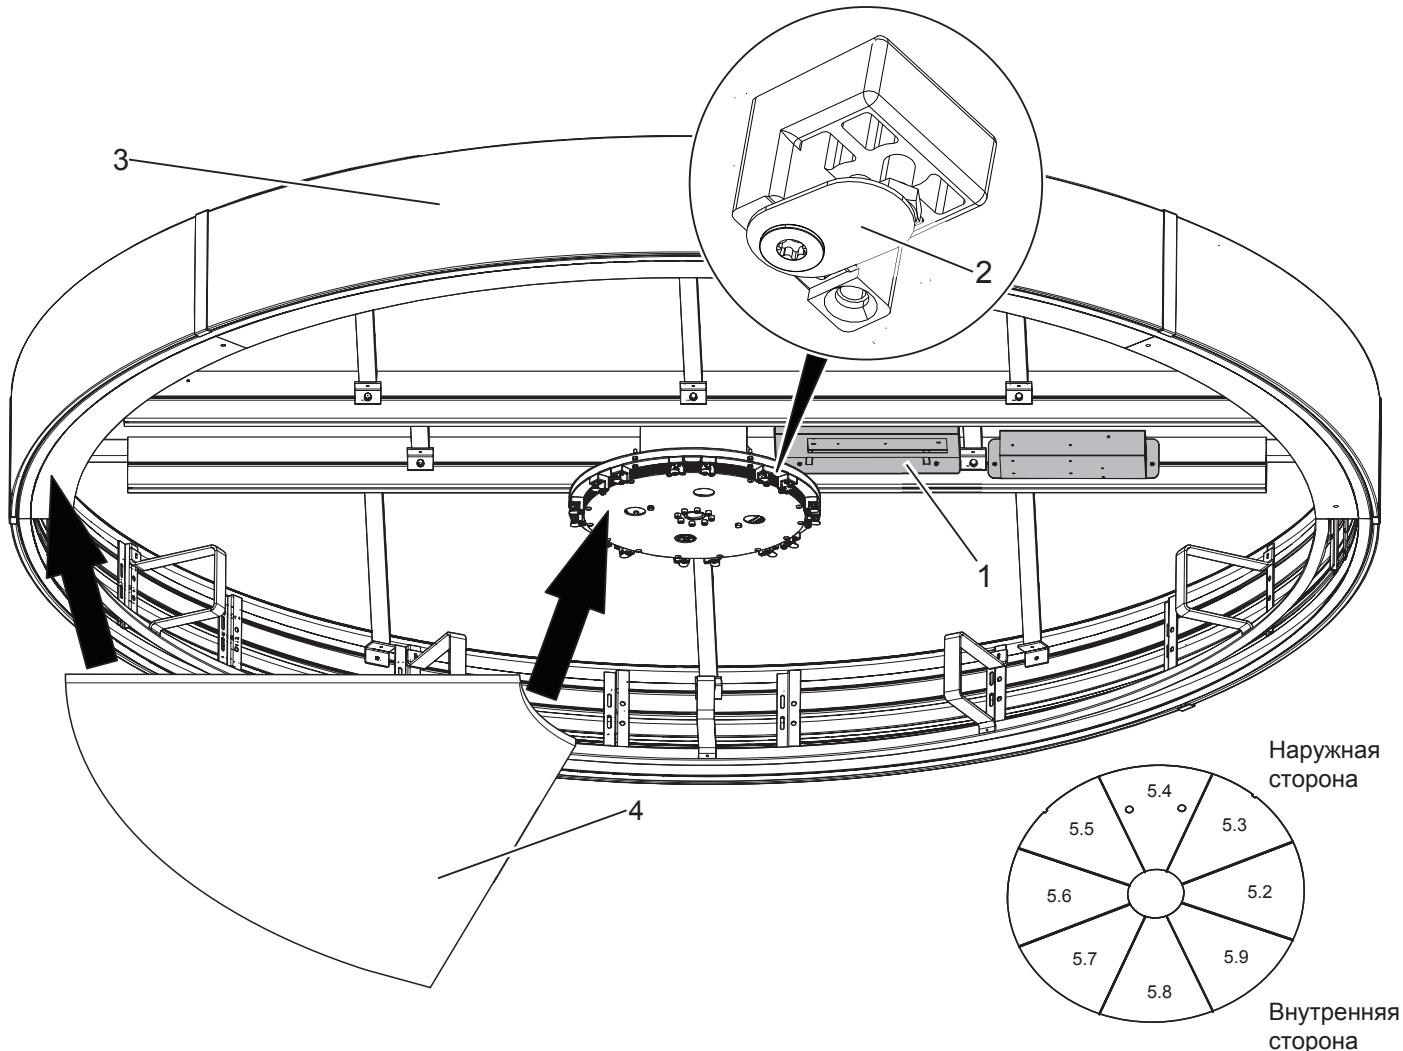

Рис. 128 Вставка сегментов нижней части потолка
Проложить кабель для осветительных приборов к регулятору (рис. 128/1) в конструкции потолка (рис. 128/3) и подключить его. См. монтажную схему и принципиальную схему.
4. Повернуть удерживающее устройство нижней части потолка (рис. 128/2) в сторону центра привода.
- Вставить сегмент нижней части потолка (рис. 128/4) в опорные точки, отмеченные стрелками между держателем (рис. 128/2) и конструкцией потолка (рис. 128/3), а затем повернуть металлическую прокладку (рис. 128/2) назад.
**См. указания на общем плане (рис. 128),
- Ввернуть крепежный винт в металлическую прокладку (рис. 128/2).
- Затянуть устройства регулировки высоты (6 шт.) (рис. 128/1) по периметру привода с помощью гаек.
Вставить остальные сегменты нижней части потолка (рис. 128/4) в опорные точки, отмеченные стрелками между металлической прокладкой (рис. 128/2) и конструкцией потолка (рис. 128/3), а затем повернуть устройство защиты от снятия (рис. 128/2) назад.
- Затянуть устройство защиты от снятия (рис. 128/2) и отрегулировать его с учетом толщины материала сегмента нижней части потолка.
- Для нижней части потолка из листового металла вставить отдельные сегменты нижней части потолка (рис. 128/4) заподлицо друг с другом (рис. 132/1).
- Для нижней части потолка из дерева стык между нижними сегментами потолка (рис. 128/4) нужно закрыть с помощью крышки стыка (рис. 132/2). Установить крышку соединения, как показано на рис. 133/1, на последний сегмент нижней части потолка.
- Ввернуть винты в металлическую прокладку (рис. 128/2).